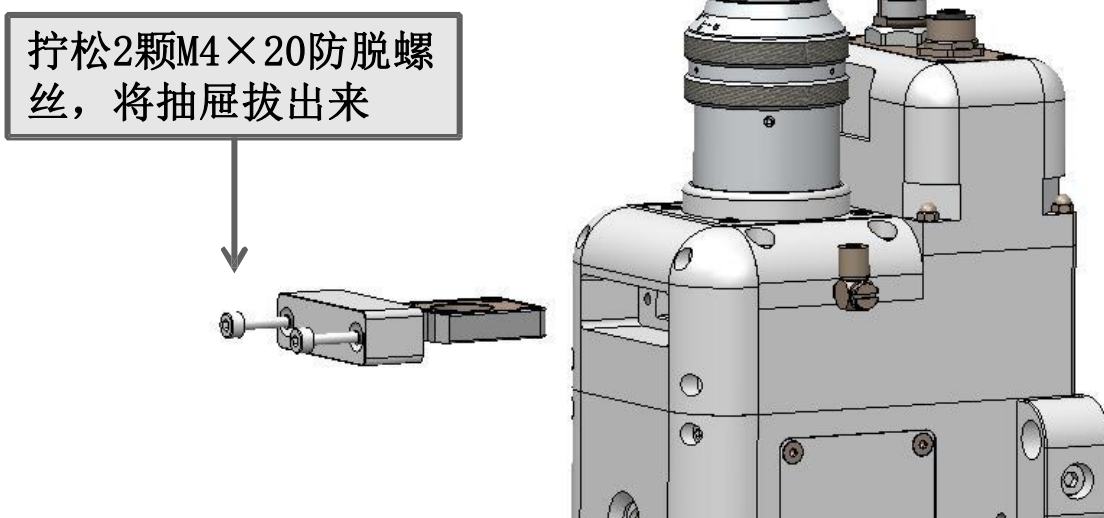

图3.9
5.1.1 准直保护镜的拆装，拆装方法如下图3.9、图4.0所示。